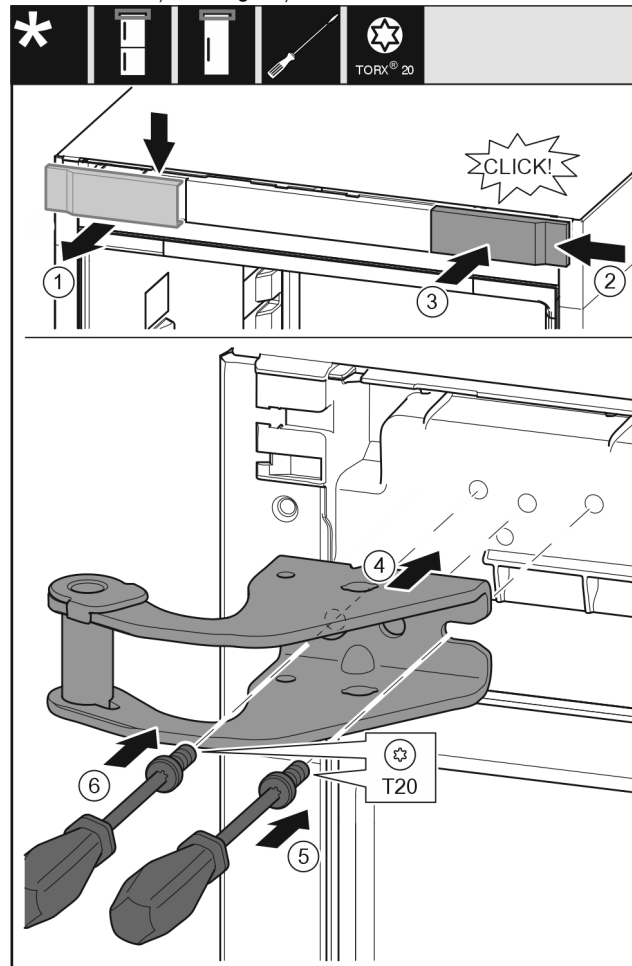

Fig. 11
- ▶ Noņemiet pārsegu Fig. 11 (1) no augšas uz priekšu.
- ▶ Iekabiniet pārsegu Fig. 11 (2), pagrieztu par 180°, otrajā pusē no labās puses.
- ▶ Nofiksējiet pārsegu Fig. 11 (3).
- ▶ Pielieciet augšējo gultņa balstu Fig. 11 (4).
- ▶ Pielieciet skrūvi Fig. 11 (5) ar skrūvgriezi un pieskrūvējiet.
- ▶ Pielieciet skrūvi Fig. 11 (6) ar skrūvgriezi un pieskrūvējiet.